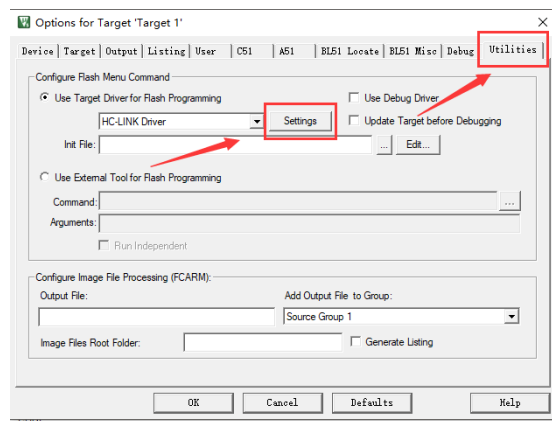

图 2-2
- 2、点击 Utilities 选项卡中的 Settings 选项 (如图 2-2)